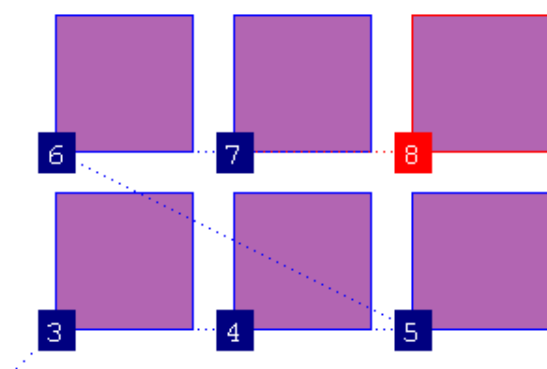

рис.10
- нажмите кнопку **Ввод** (рис.10).